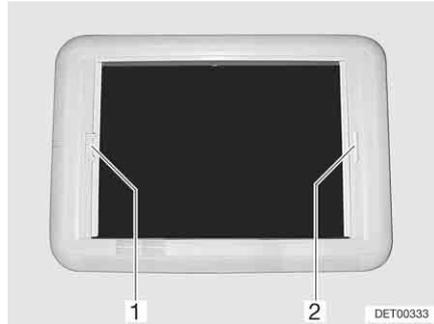

Fig. 77 Claraboya Heki, bloqueo de la persiana
- Tirar del tirador (Fig. 77,2) de la persiana oscurecedora enrollable hacia el asidero opuesto de la mosquitera enrollable (Fig. 77,1) y hacerlos engatillar.
- Con la otra mano, presionar el listón de desbloqueo en el tirador de la mosquitera enrollable (Fig. 77,1), en dirección al tirador. Se suelta el bloqueo.
- Tirar del asidero (Fig. 77,1) de la mosquitera enrollable hacia el asidero opuesto de la persiana oscurecedora (Fig. 77,2) y hacerlos engatillar.
- Sujetar la mosquitera enrollable (Fig. 77,1) por el tirador y empujar el listón de desbloqueo en dirección del asidero. Se suelta el bloqueo.